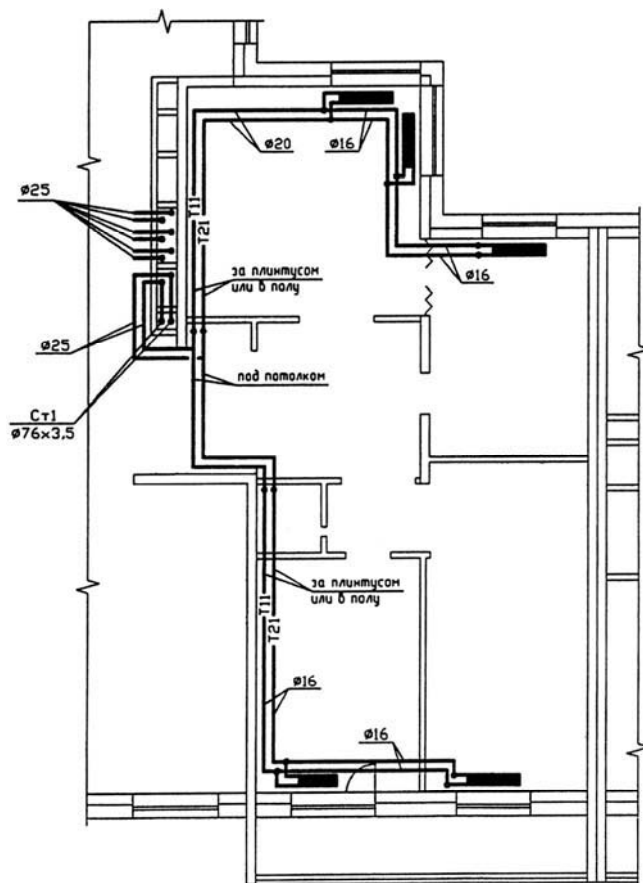

Рис. 1.19. Система отопления с плинтусной разводкой теплопроводов по квартире
1.26. На рис. 1.19 показана схема поквартирной системы отопления с плинтусной разводкой теплопроводов. В отечественной практике используется также и лучевая разводка теплопроводов от общего для квартиры распределительного коллектора.